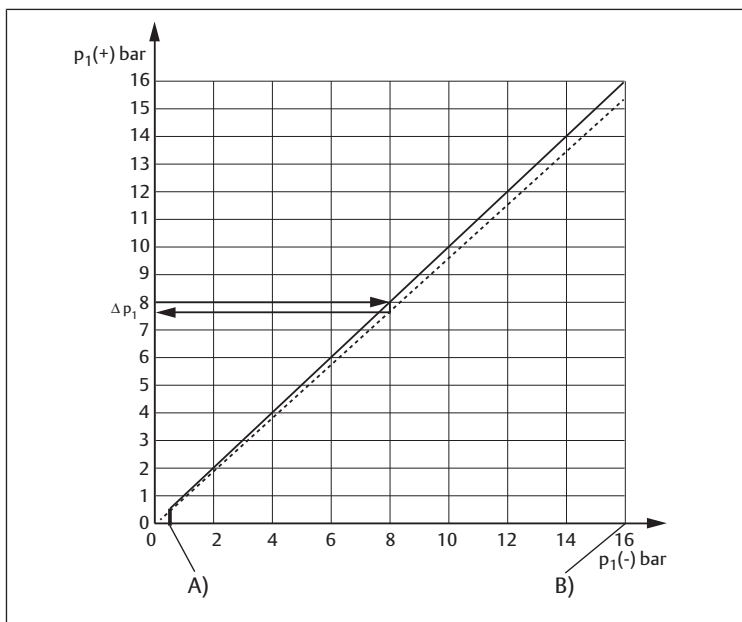

Fig. 9: Caratteristica della pressione di commutazione differenziale (0,2 – 16 bar)
• da 0,2 bar a 16 bar (campo pressione di commutazione min. 0,2 bar in caduta, 0,5 bar in aumento) (ved. → Fig. 9)